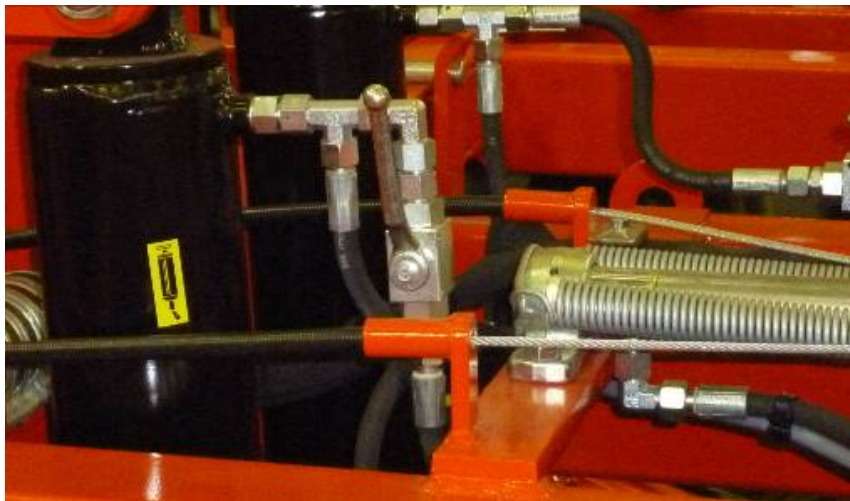

Рисунок 5.
- Открыть кран подачи гидравлики к гидроцилиндрам подъема и опускания опорных колес (рис. 5).